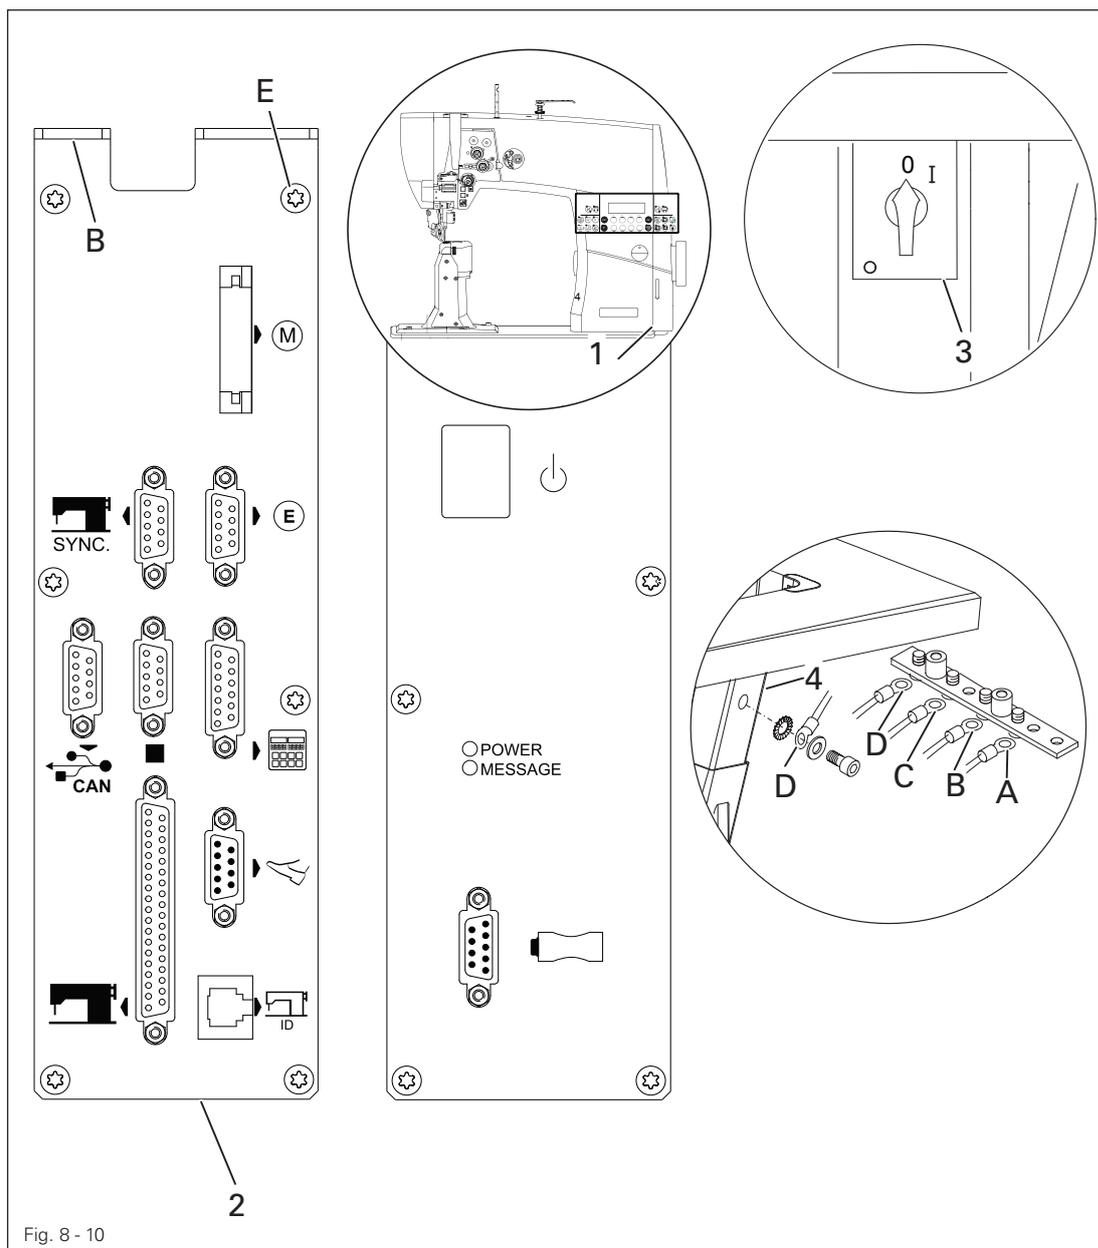

Fig. 8 - 10
- Ligar o conector 1 do interruptor de segurança 2, conforme ilustrado na Fig. 8 - 09.